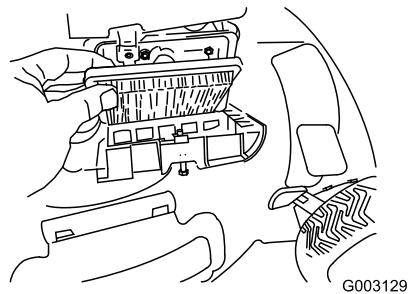

Figure 35
- Remettez le couvercle en place (Figure 35).